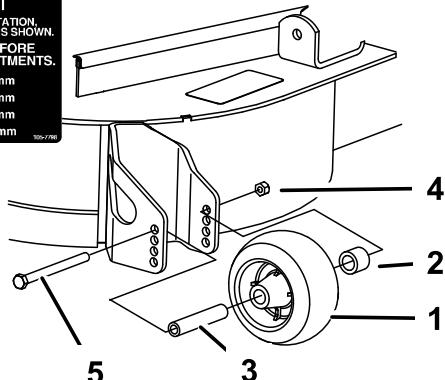

図 13
- 刈高を変更後、ローラのフランジ・ナット、ブッシュ、スペーサ、ボルトを外して（図 13）、ローラの高さ調整を行う。
- フランジ・ナット、ブッシュ、スペーサ、ボルトを取り付ける。54-61 N·m (5.6~6.2 kg·m) にトルク締めする（図 13）。